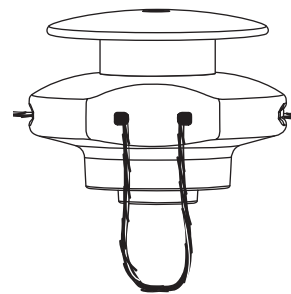

Fig. 6
1. Si la manija posicionadora esta en la posición de ABAJO, agarre la aldabilla posicionadora roja de la manija (Fig. 6) y presionela hasta que el mecanismo interno se libere.